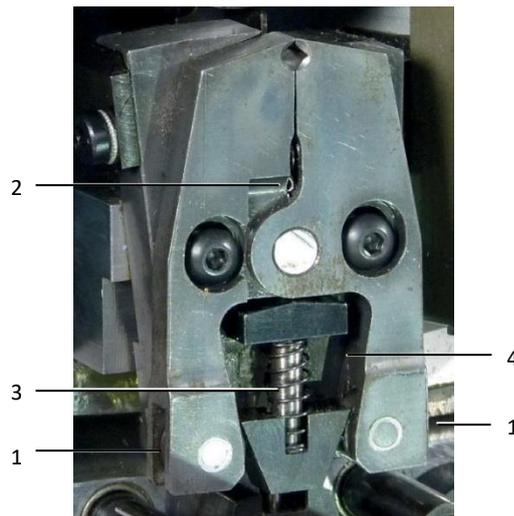

Abb. 14: Crimpwerkzeug
- Prüfen Sie, ob die Laufrollen (Abb. 14, Pos. 1) am Crimpwerkzeug leichtgängig sind.
- Prüfen Sie, ob die Laufrollen (Abb. 14, Pos. 2) an der Hülsenhaltezange leichtgängig sind.
- Ölen Sie den Führungsstift (Abb. 14, Pos. 3) der Hülsenhalteeinheit.
- Ölen Sie die seitlichen Laufflächen (Abb. 14, Pos. 4) der Hülsenhalteeinheit.